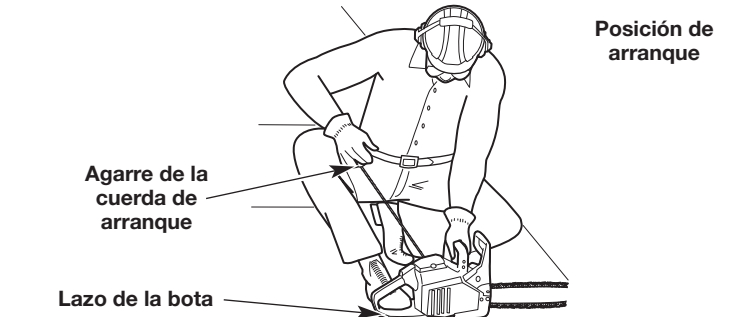

Fig. 5
**ADVERTENCIA:** Evite arrancar la unidad por accidente. A fin de evitar lesiones graves, el operador y la unidad deben estar en una posición estable al tirar de la cuerda de arranque (Fig. 5).
9. **NO** toque el control del acelerador. Agáchese en la posición de arranque (Fig. 5). Sostenga la manija delantera con la mano izquierda. Sujete la empuñadura de la cuerda de arranque con la mano derecha. Coloque el pie derecho en el lazo de la bota para mantener la unidad firme en su lugar.
10. **NO** toque el control del acelerador. Tire de la cuerda de arranque con un movimiento controlado y firme **5 veces** (Fig. 5).